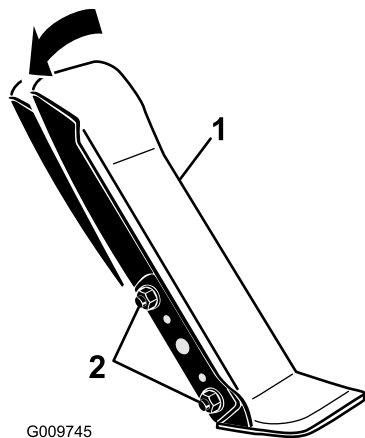

Bild 102
1. Lösen Sie die zwei Muttern und Schrauben, mit denen die linke Seite des Fahrpedals an der Halterung befestigt ist (Bild 102).
2. Drehen Sie das Pedal auf den gewünschten Winkel und ziehen Sie die Muttern an (Bild 102).